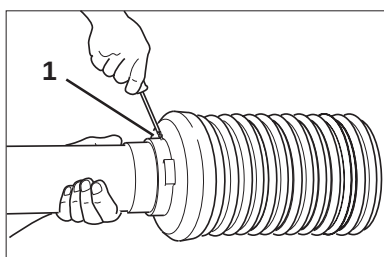

Fig. 5.2
- Skruva ut fixerskruven (Fig. 5.2/1).